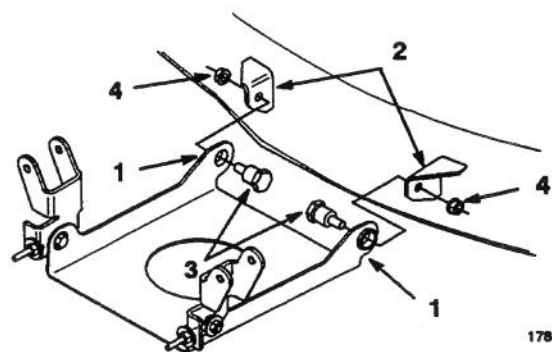

Figure 3
6. Positionner la plaque de montage, pattes tournées vers le haut, entre les supports à l'avant de la tondeuse (Fig. 3).
7. Introduire les boulons à épaulement dans la plaque de montage et dans les supports de la tondeuse. Fixer avec les contre-écrous (Fig. 3).